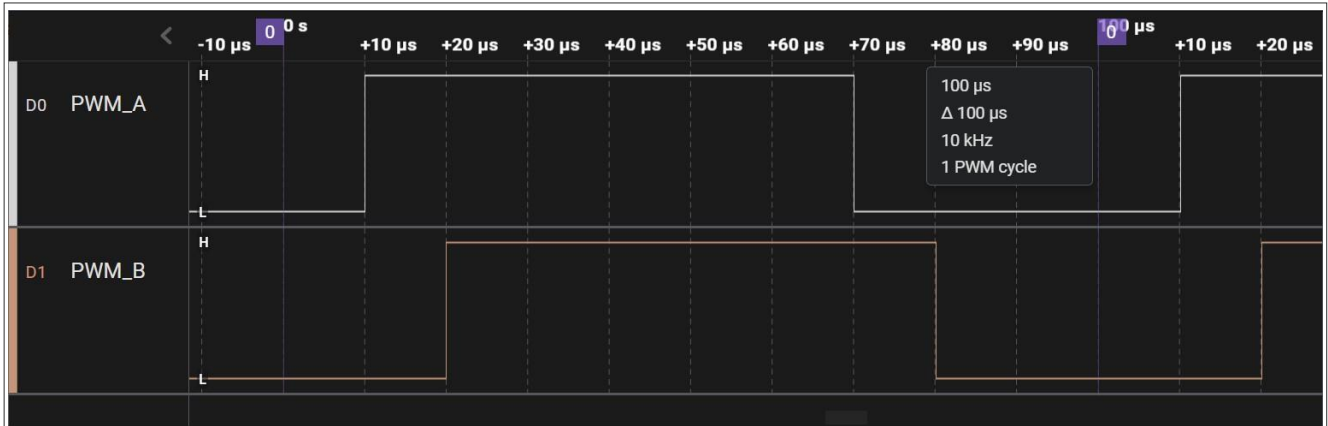

图31. 相移PWM波形
- PWM_B相对于PWM_A的相移为36度 (1/10 PWM周期)，如图31所示。